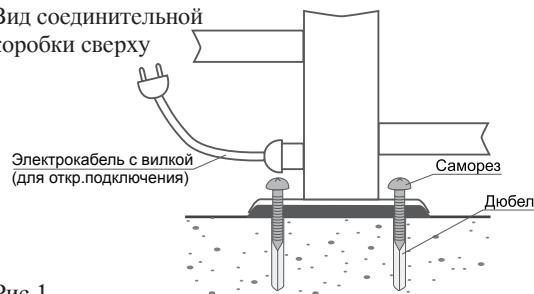

Рис.1
3. Просверлите отверстия для крепежа (см. рис.1)
4. Между стеной и кронштейнами проложите уплотнители (см. рис.1)
3. Наденьте на кабель с вилкой гайку-фиксатор и пропустите кабель через отверстие в держателе (см. рис.1).